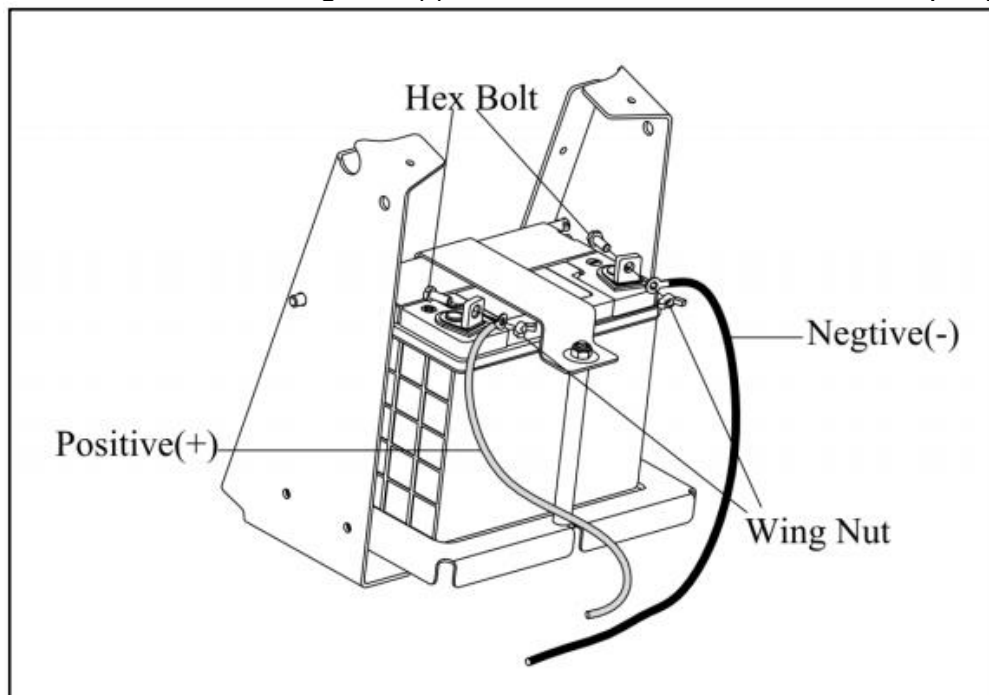

Figure 3
- 2) Fixez le câble rouge à la borne positive (+) à l'aide des attaches comme indiqué (figure 3).
- 3) Fixez le câble noir à la borne négative (-) à l'aide des attaches comme indiqué (figure 3).